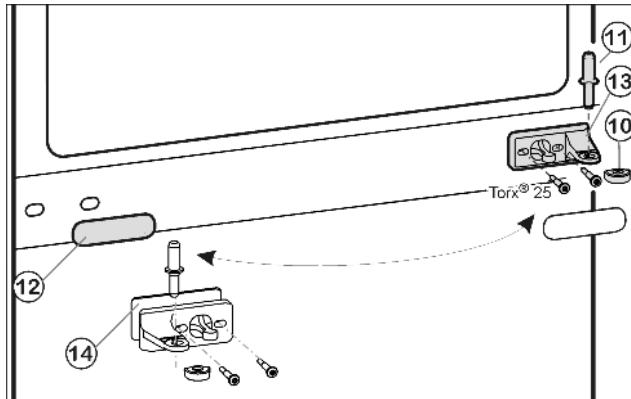
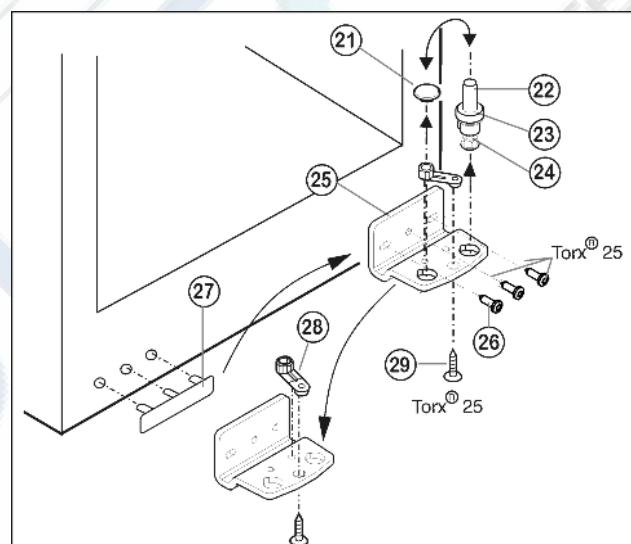

Fig. 5
Fig. 6
- Вытащите из опорного кронштейна и нижней дверцы средний опорный винт Fig. 5 (11).
- Снимите пластмассовый колпачок Fig. 5 (10).
- Открутите средний опорный кронштейн Fig. 5 (13) (2 шт. Torx® 25).
- Осторожно снимите накладку Fig. 5 (12).
- Прикрутите средний опорный кронштейн Fig. 5 (13) с подкладкой Fig. 5 (14) с поворотом на 180° на новую сторону шарнира (с моментом 4 Нм).
- Защелкните накладку Fig. 5 (12), повернув на 180 °, на стороне, где теперь будет ручка.
- Извлеките опорный винт Fig. 6 (22) в комплекте с шайбой Fig. 6 (23) и регулируемой опорой Fig. 6 (24), вытягивая его вверх.
- Снимите пробку Fig. 6 (21).
- Открутите Fig. 6 (26) опорный кронштейн Fig. 6 (25).
- Открутите Fig. 6 (29) опорную деталь Fig. 6 (28) и, переставив в отверстие на противоположной стороне опорного кронштейна, снова прикрутите.
- Осторожно снимите и переставьте на противоположную сторону крышку со стороны ручки Fig. 6 (27).
- Снова прикрутите опорный кронштейн Fig. 6 (25) на новой стороне шарнира (с моментом 4 Нм). При необходимости используйте аккумуляторный шуруповерт.
- Переставьте пробку Fig. 6 (21) в свободное отверстие.
- Вновь установите опорный винт Fig. 6 (22) в комплекте с шайбой и регулируемой опорой. При этом фиксатор должен быть направлен назад.
- ▶ Установите нижнюю дверцу сверху на нижний опорный винт Fig. 6 (22).
- ▶ Снова наденьте пластмассовый колпачок Fig. 5 (10) на средний опорный кронштейн Fig. 5 (13).
- ▶ Вставьте средний опорный винт Fig. 5 (11) на новой стороне шарнира через средний опорный кронштейн Fig. 5 (13) в нижнюю дверцу.
- ▶ Установите верхнюю дверцу на средний опорный винт Fig. 5 (11).
- ▶ При необходимости выровняйте дверцы через два продольных паза в нижнем опорном кронштейне Fig. 6 (25) и среднем опорном кронштейне Fig. 5 (13) параллельно корпусу устройства. Для этого выкрутите средний винт на нижнем опорном кронштейне Fig. 6 (25).